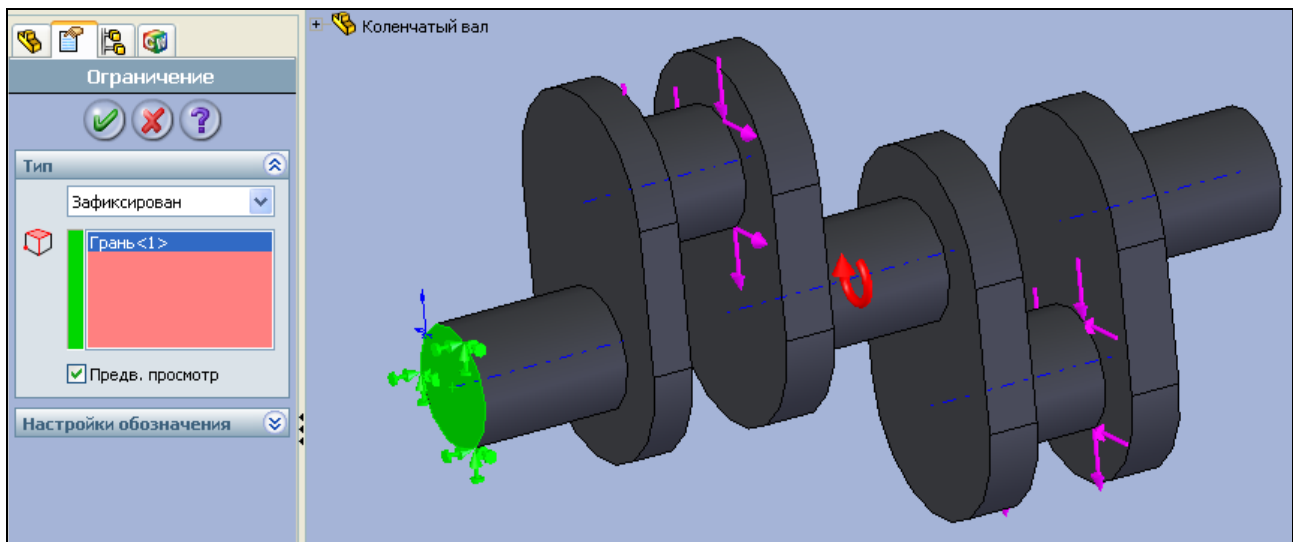

Рис. 7.5. Фиксация торца коленчатого вала
6. Максимальный крутящий момент на носке коленчатого вала, соединенного с маховиком, зададим с помощью ограничения (фиксации). Для этого нажмите на кнопку  — **Ограничения** в панели инструментов **COSMOSWorks** – **Нагрузки** или пройдите путь в главном меню **COSMOSWorks** | **Нагрузки/Ограничение** | **Ограничения**. Откроется диалоговое окно **Ограничение**, показанное на рис. 7.5. Выберите мышью торец коленчатого вала для ограничения и нажмите кнопку  **ОК**.